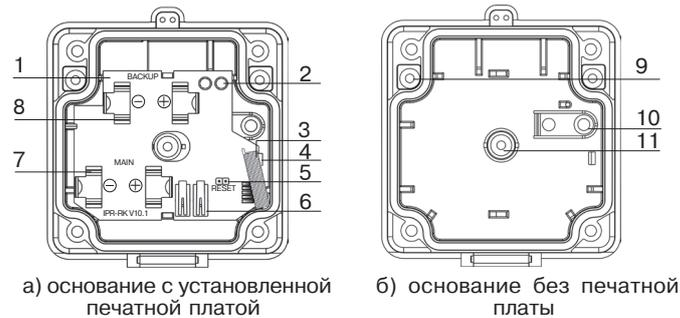

Рисунок 1
9.2 Выбрав место установки извещателя, произведите разметку для его крепления. Для разметки может быть использовано основание корпуса [см. рисунок 1 б)].